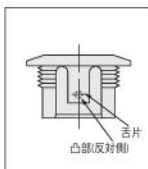

図2
5. 圧力計自体をパネルマウントケースより取りはずす場合は、取付リングをはずしてから、パネルマウントケース下部に設けてある舌片を指先でめくり上げ、圧力計を押し下すと簡単に取りはずせます。舌片をめくらずに無理に圧力計を取りはずそうとしますと、舌片の内側にある脱落防止用の凸部が損傷する可能性がありますので注意してください。(図2参照)